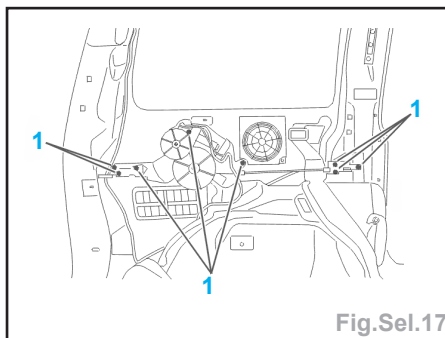

Fig.Sel.17
- Déposer les 8 fixations (1) (Fig.Sel.17).